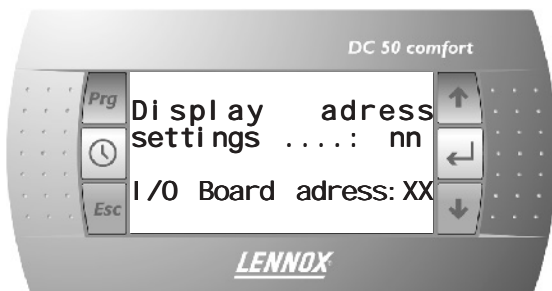

Fig. 28
- O ecrã mostrado na **Fig 28** é apresentado com o cursor a piscar no canto superior esquerdo.